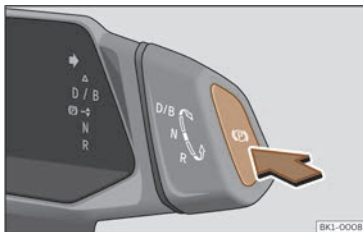

Fig. 141 No selector de marchas: tecla do freio de estacionamento electrónico.
- Co vehículo detido, prema a tecla **P** >>> **fig. 141**.
- Prema a tecla **P** >>> **fig. 141**. Conéctase o freio de estacionamento electrónico.